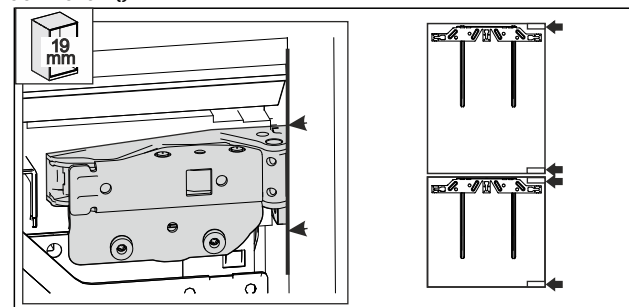

Fig. 56
- Parete laterale del mobile spessa 19 mm: il bordo anteriore delle cerniere è a filo con la parete laterale del mobile. Fig. 56 ()